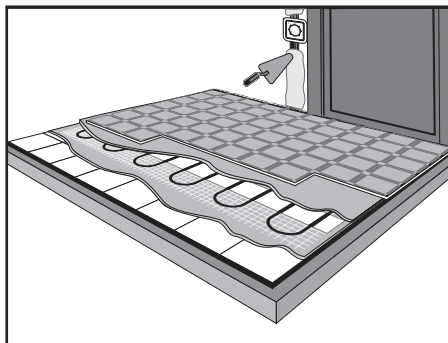

Рис. 17
15) Заделайте раствором канавку на стене, в которой подведены к терморегулятору провода питания и заземляющего контура, установочные провода нагревательного мата, соединительные провода датчика температуры в гофрированной трубке (рис. 17).